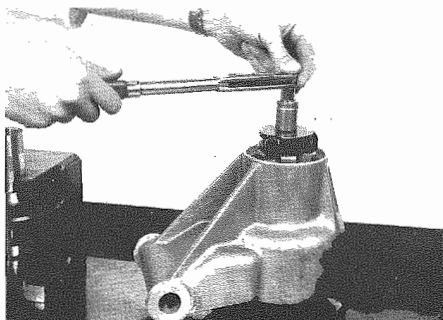

Fig. 22 - Attrezzo n. 17
- Montare il mozzo ed il portamozzo completo di cuscinetti sull'apposito attrezzo n. 17. Serrare i cuscinetti con la chiave dinamometrica alla coppia max di 0,450 Kgm (**Fig. 22**). Ruotare il portamozzo e controllare nuovamente.
- Using the special tool No. 17 assemble hub and hub holder complete with bearings. Tighten the bearings with the torque wrench set at the max load of 0.450 Kgm (**Fig. 22**). Rotate hub holder and check again.